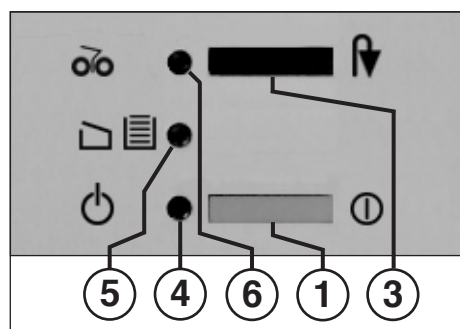

Fig. 1
## 1 = Pulsador (fig. 1)
## 3 = Pulsador (fig. 1)
## 4 = Indicación de control (fig. 1)
## 5 = Indicación de control (fig. 1)
## 6 = Indicación de control (fig. 1)
- Conectar la máquina mediante el pulsador (1) (fig. 1). Se ilumina la indicación de control (4) (fig. 1).
La máquina se desconecta en cuanto la bolsa recogedora esté llena. La indicación de control „Recipiente lleno“ / „Puerta abierta (5) (fig. 1) **parpadea**. Para mostrar el mecanismo de corte parado se ilumina al mismo tiempo la indicación de control “Atasco de papel” / “Parada” (6).
- Introduzca el marco deslizante junto con la bolsa recogedora y cierre la puerta. El indicador de control (5) (Fig. 1) se apaga.
- Accionar por un instante el pulsador „Retroceso“ / „Parada“ (3). El mecanismo de corte tritura el resto que se ha quedado en la apertura de alimentación y, a continuación, se desconecta. La indicación de control (6) se apaga. A continuación se puede seguir con la trituración.